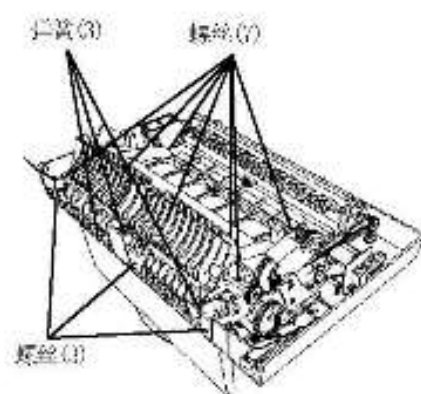

图7 安装下和上导板
4. 安装下导板螺栓(3)、弹簧(3)、上导板和螺钉(7)(图7)。